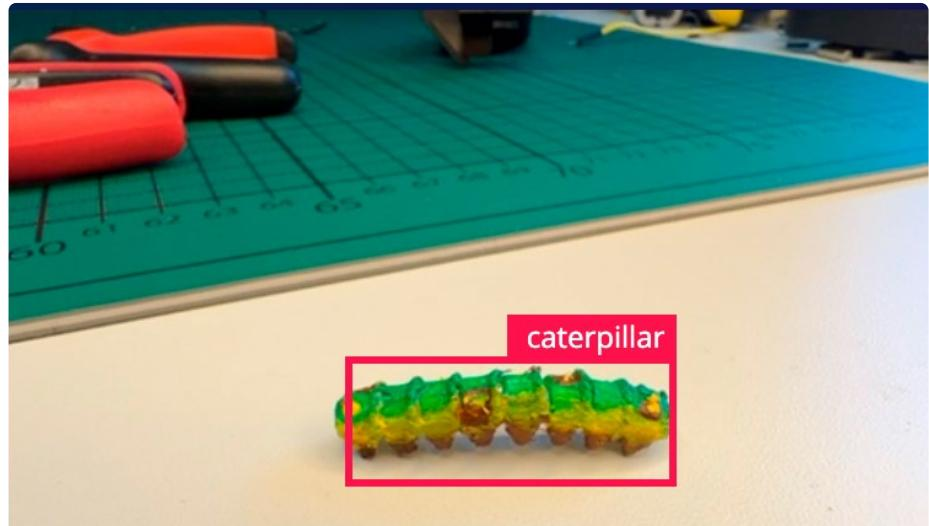

Figure 6. Étiquetage d'échantillons de parasites. (Source : Mouser Electronics)
7. Étiquetez le nuisible à l'aide de la souris en créant un cadre autour de lui (**Figure 6**). C'est tout pour la collecte des données, et passez à l'étape suivante de l'apprentissage du modèle.